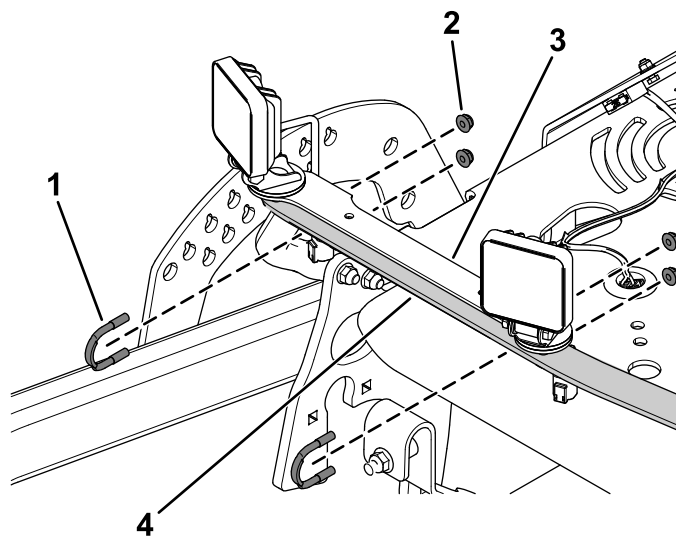

Rysunek 1
1. Zamocuj 2 lampy LED na wsporniku lamp, wykorzystując 2 śruby podsadzane (5/16 x 7/8 cala), 2 podkładki cierne i 2 nakrętki z kołnierzem (5/16 cala) zgodnie z Rysunek 1.